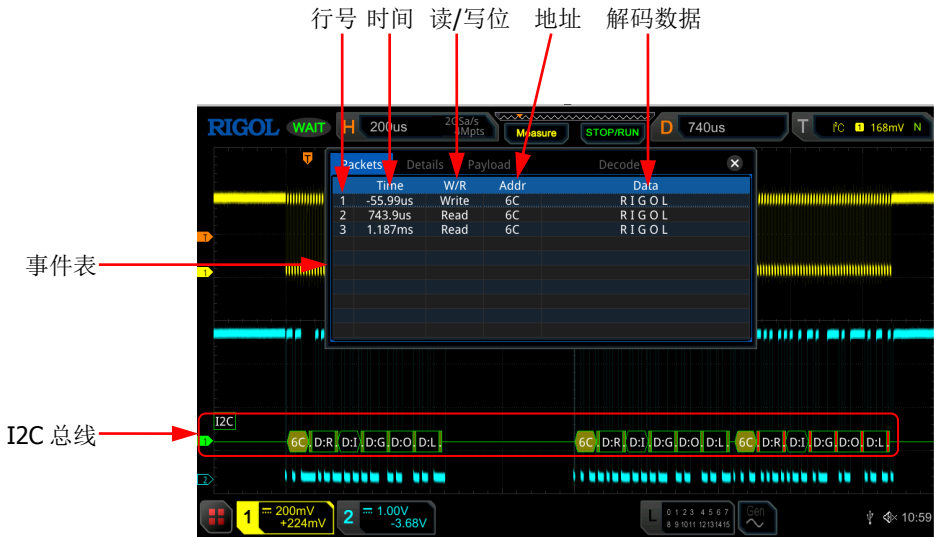

图 11-6 I2C 解码事件表
- 打开或关闭事件表：连续按 **事件表** 键，打开或关闭事件表显示。打开事件表，屏幕弹出如图 11-6 所示的事件表。您也可以用触摸屏功能触摸事件表右上方的图标  关闭事件表功能。另外，当运行状态为“STOP”时，您还可以旋转多功能旋钮  选择指定行并查看相应的解码信息。